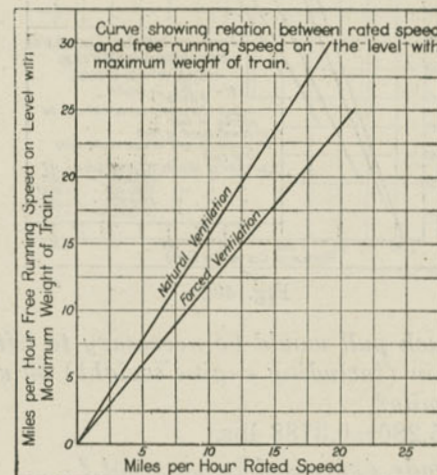

Fig. 402.
A. Fig. 402 shows it to be 17 m. p. h.